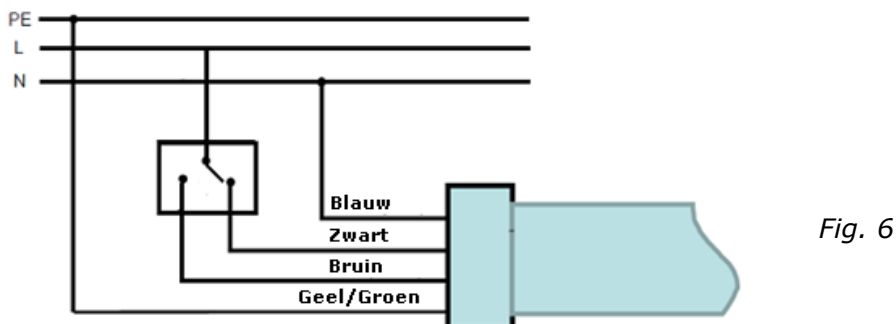

Fig. 6
5. Als de draairichting niet juist is, moet de voeding worden uitgeschakeld en de zwarte met de bruine draad van de motor op de wisselschakelaar worden verwisseld (Fig.6 ref. a). Controleer vervolgens de werking van de motor opnieuw.